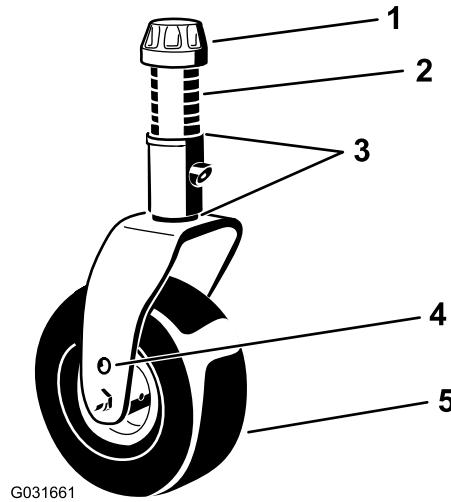
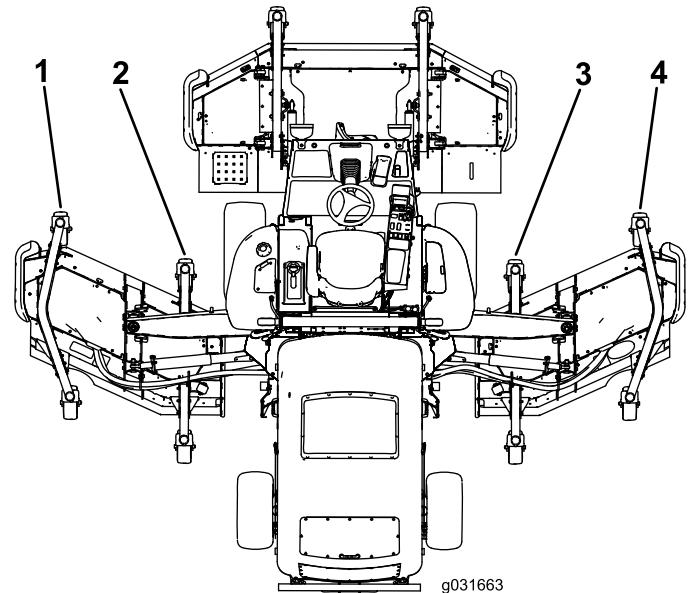

Bild 28
Bild 29
5. Entfernen Sie, wenn die innere Schnittkante des Flügelmähwerks im Verhältnis zur äußeren Kante des Frontmähwerks zu hoch ist, eine 1 Beilagscheibe von der Unterseite des vorderen inneren Laufradarms am Flügelmähwerk (Bild 28 und Bild 29).
6. Wenn die Innenkante weiterhin zu hoch ist, entfernen Sie eine weitere Beilagscheibe von der Unterseite des vorderen inneren Laufradarms des Flügelmähwerks und eine Beilagscheibe vom vorderen äußeren Laufradarm am Flügelmähwerk (Bild 28 und Bild 29).
eine Beilagscheibe ($\frac{1}{8}$ Zoll) zur Unterseite des vorderen inneren Laufradarms am Flügelmähwerk hinzu (Bild 28 und Bild 29).